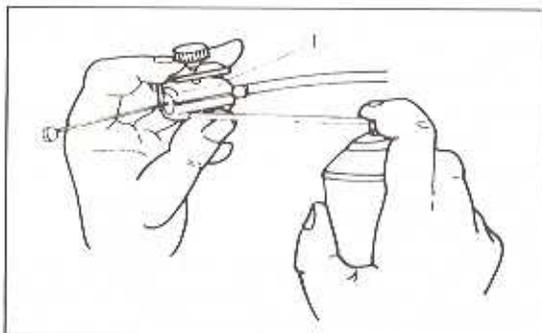

Bild 58
- Die Kontermutter festziehen (Bild 58).